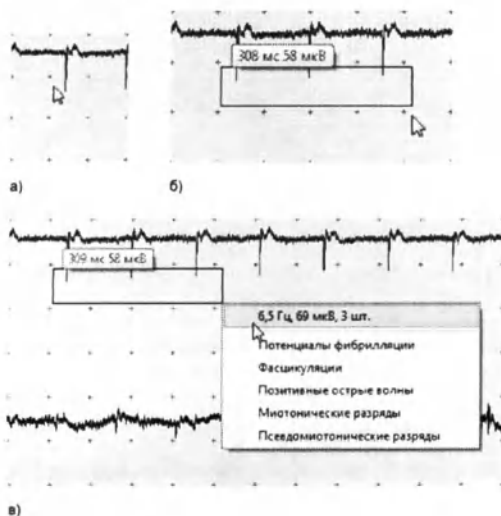

Рис. 3.116
- Установите курсор мыши в левый верхний угол фрагмента (рис. 3.116, а).
- Нажмите левую кнопку мыши, и, не отпуская ее, буксируйте мышь в правый нижний угол фрагмента (рис. 3.116, б), после чего отпустите левую кнопку мыши.
- На экране появятся результаты расчета и список феноменов, в котором необходимо отметить требуемый (рис. 3.116, в). Если подобный список не появился, то либо кривая не является выделенной, либо в прямоугольнике оказалось менее двух пиков.